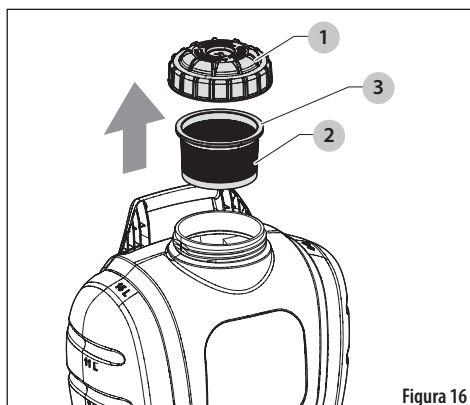

Figura 16
- Revise la tapa (1) y la junta de la cesta del filtro (3) en la cesta del filtro (2) para asegurarse de que no muestren signos de desgaste y funcionen correctamente. Vea la Figura 16.